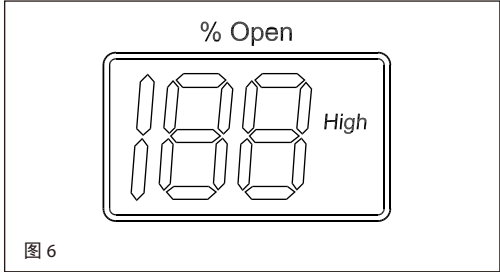

图 6
- High 代表根据数字输入信号高速地操作 ICM 阀门用作电磁阀 (见图 6)